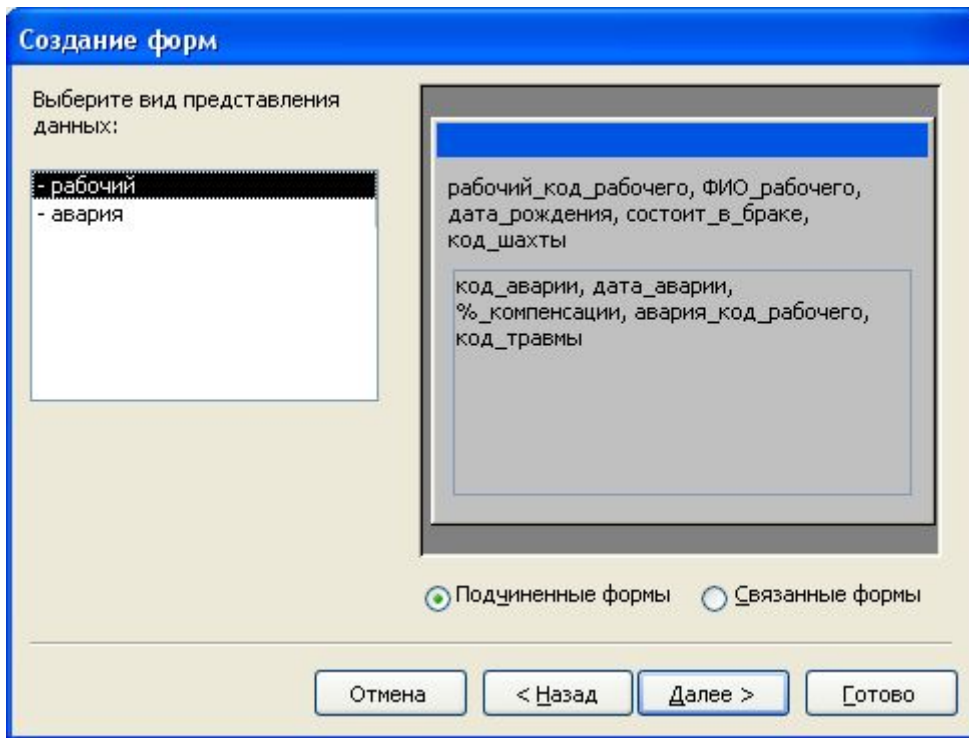

Рис. 2.15 – Вікно створення підпорядкованої форми
2. У вікні "Создание форм" вибрати спочатку таблицю, що є довідником для інший, тобто таблицю, що зв'язує поле якої має відношення "один" (*для нашого приклада*, таблицю *"РАБОЧИЙ"*). Потрібні поля цієї таблиці помістити у форму. Потім вибрати таблицю, з яким ця таблиця-довідник зв'язана відношенням "багато" або ∞ (*для нашого приклада*, таблицю *"АВАРИЯ"*). Потрібні поля другої таблиці помістити також у форму і натиснути кнопку **Далее**. З'явиться вікно, яке показане на рис. 2.15.